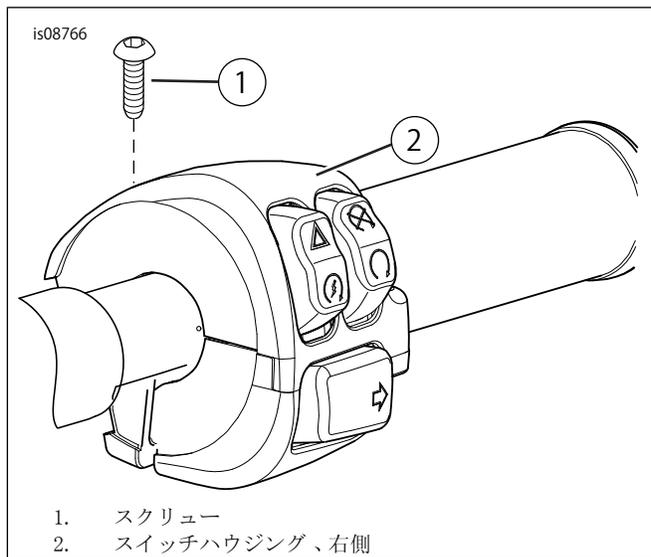

図2。スクリューおよびスイッチハウジング
- 「図2」を参照してください。右側のスイッチハウジング(2)からスクリュー(1)を外します。2014年移以降のRoad Kingモデル:後で使用するためにスクリューを取っておきます。その他の全モデル:スクリューを廃棄します。